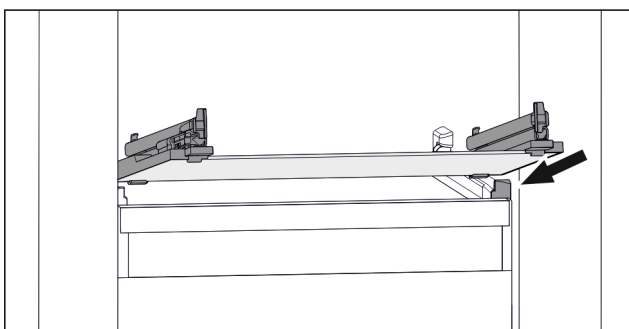

Fig. 130 Beispielhafte Darstellung der Glasplatte
- ▶ Glasplatte schräg hinter den Stopperrn aufsetzen. (zie Fig. 130)